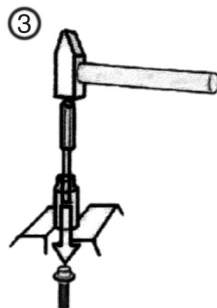

Bild 3:
4. Slå ut bulten med ett dorn. (se bild 3)